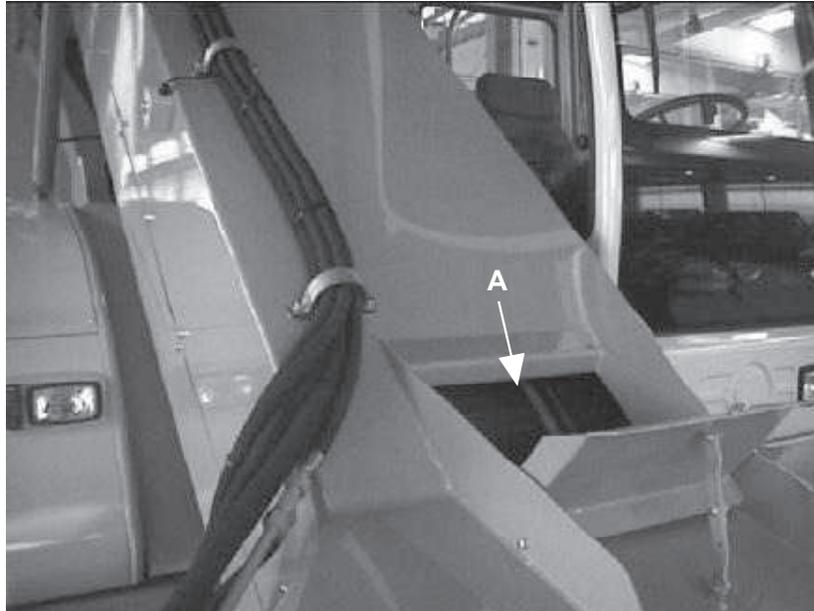

FIG. 17
N.B. Il existe aussi la possibilité de charger les farines à travers l'orifice positionné sur le bras de la fraise **A** (fig. 17).